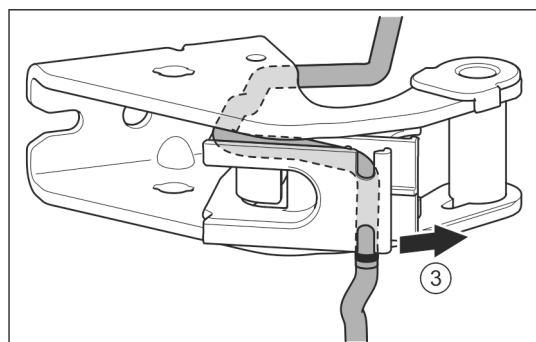

Fig. 25
- ▶ Kabel aus der Führung lösen. Fig. 25 (3)